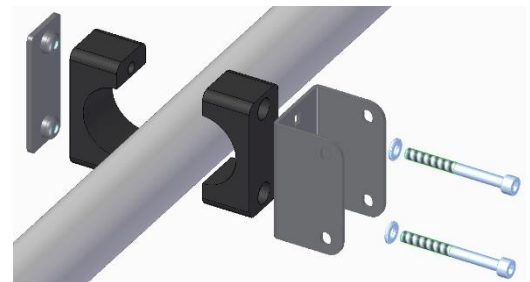
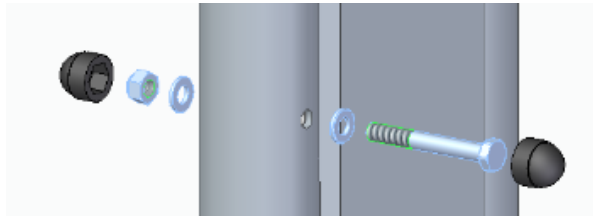
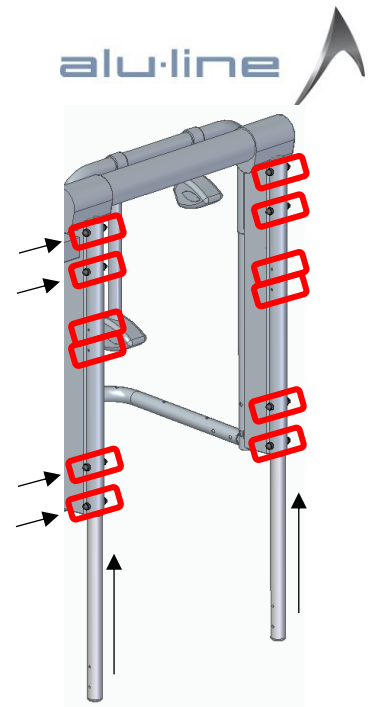
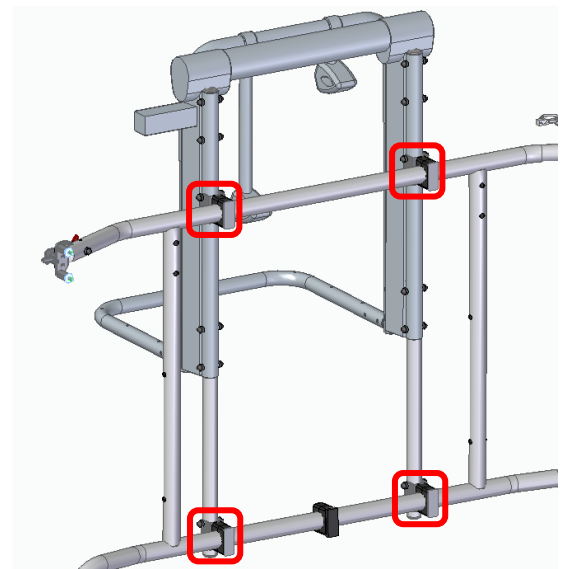

Abbildung 9
Abbildung 12
Abbildung 11
Abbildung 13
Nun erfolgt die Montage des Bike-Lifts (2) an den Halterungen. Die zwei Haltestangen (4) führen Sie in die Alu-Profile des Bike-Lifts (2), sodass alle Bohrungen fluchten (Umrandungen in Abb. 11). An den Pfeilpositionen in Abbildung 11 verschrauben Sie die beiden Haltestangen (4) mit dem Bike-Lift mit jeweils Sechskantschrauben M6x50mm und Sicherungsmuttern (Abb. 12).
Anschließend wird der Bike-Lift (2) mit den Haltestangen (4) an die Halterungen (aus Abbildung 9) montiert (Abb. 13). Es werden die gleichen Explosionskizzen-Teile in der gleichen Reihenfolge wie in Abbildung 12 verwendet. Jedoch werden oben je zwei Sechskantschrauben M6x55mm und unten je zwei Sechskantschrauben M6x50mm benutzt.